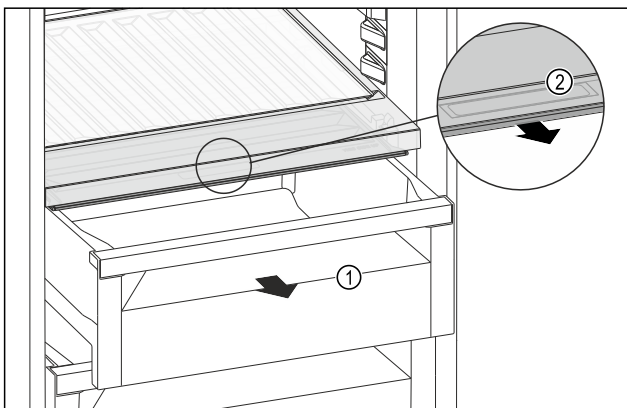

Fig. 88
- ▶ Schubfach Fig. 88 (1) herausziehen.
- ▶ Griffmulde Fig. 88 (2) am Fachdeckel anfassen und Fachdeckel gleichzeitig nach vorne ziehen.